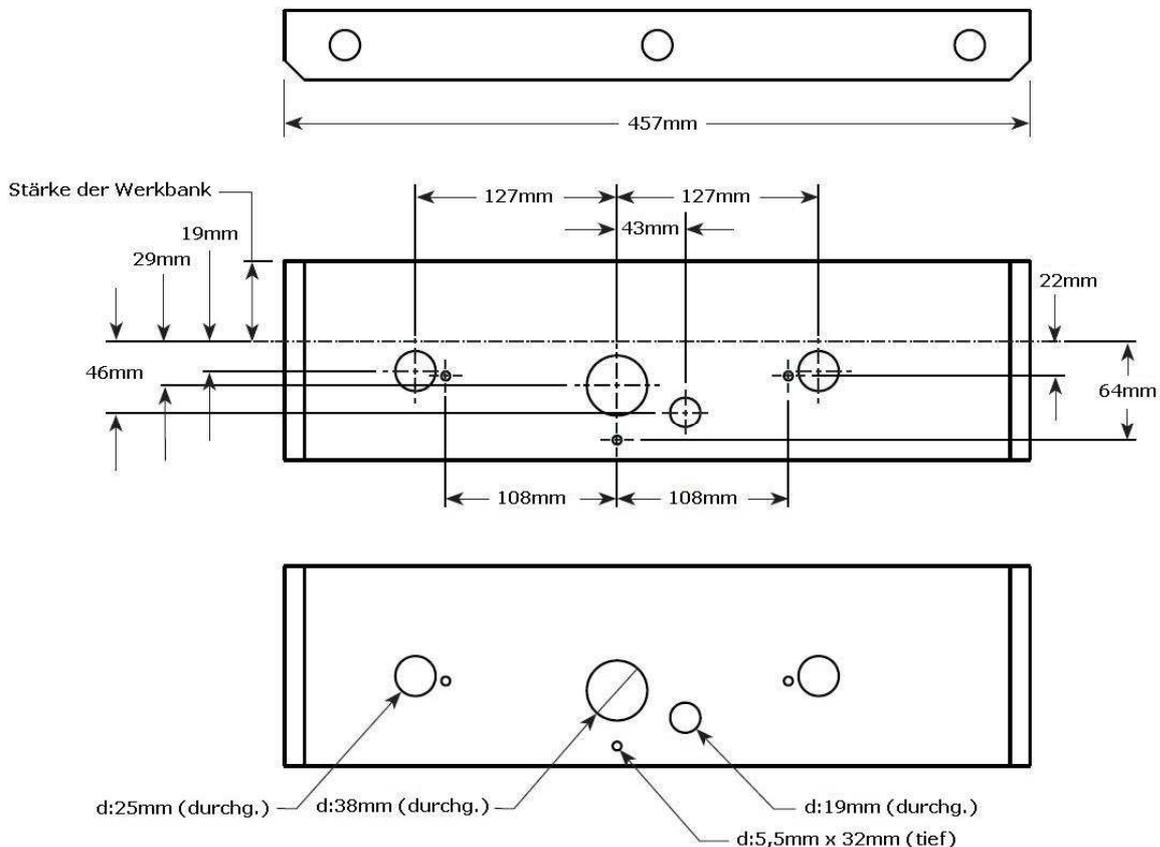

Abbildung 3: übliche Maße der Backe
- Relative Position der Zangenführung: Im Allgemeinen ist es sinnvoll die Zangenführung nicht mittig in die Backe einzubauen, sondern zu einer Seite (s. **Abbildung 3**) verschoben. Dadurch hat man auf einer Seite mehr Platz um Werkstücke zu spannen, die durch die Zange hindurchragen.
Die Ausführung Ihrer vorderen Backe hängt stark von der Ausgestaltung Ihrer Hobelbank ab. **Abbildung 3** zeigt eine typische Ausführung für eine 457mm (18 inch) breite Backe mit drei Bohrungen für Bankhaken. Die Höhe der Backe muss mindestens 76mm (3 inch) größer sein als die Stärke der Platte Ihrer Hobelbank. (Bohren Sie die Löcher für die Spindel, die Führungsstäbe und die Welle der Schnellverstellung **noch nicht** jetzt)
aus stehen und hobeln Sie sie erst nach der vollständigen Installation bündig. 1mm (1/32 inch) sollte genügen. (Beispiel: Wenn die Platte Ihrer Werkbank 51mm (2 inch) dick ist, dann addieren Sie 52mm (2-1/32 inch) zu allen vertikalen Maßen in **Abbildung 3**)
Lösen Sie die Backe wieder von der Werkbank und legen Sie die exakte Position des Loches für die Spindel so wie in **Abbildung 3** gezeigt fest. Denken Sie dabei daran, dass der Backerohling noch etwas höher ist, als das Endmaß.
Reißen Sie nun die übrigen Bohrungen auf der Backe an. Nutzen Sie dazu die beige-fügte Schablone oder übertragen Sie die Maße aus **Abbildung 3**.
Die 32mm (1-1/4 inch) tiefen Bohrungen sind für die 6,5 x 50mm (#14 x 2 inch) Schrauben die zur Befestigung der Backe dienen. Der Durchmesser von 5,5mm (7/32 inch) (s. **Abbildung 3**) ist für Zangen aus Hartholz. Nutzen Sie Bohrungen mit einem Durchmesser von 4,75mm (3/16 inch) wenn Ihre Backe aus Weichholz ist.